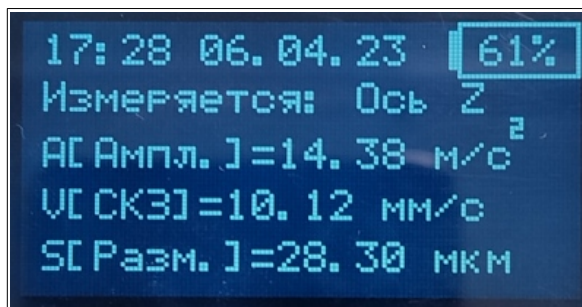

Рисунок 1. Вид основного экрана устройства
4.6. После включения прибора кнопкой ВКЛ на дисплей выводится основной экран (см. рисунок 1). Измеряемые параметры вибрации на экране обновляются каждую секунду. После того, как значения виброускорения стабилизируются, все три параметра одновременно можно зафиксировать в «Журнале измерений» прибора одиночным нажатием кнопки записи (ЗАП).